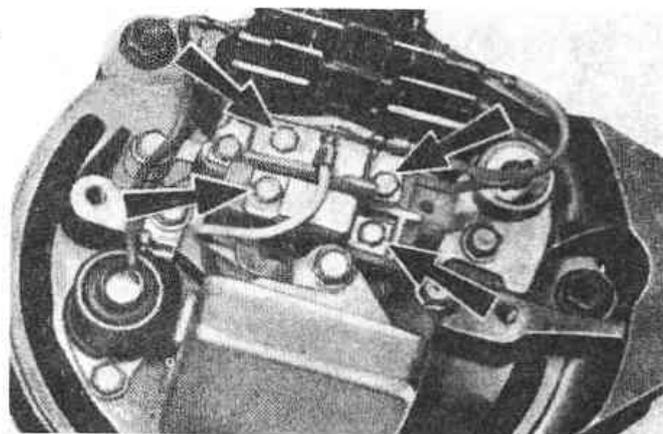

Рис. 10.6. Винты крепления щеток Lucas
2. Выверните винты крепления щеток (Рис. 10.6) и извлеките щетки из щеткодержателя.